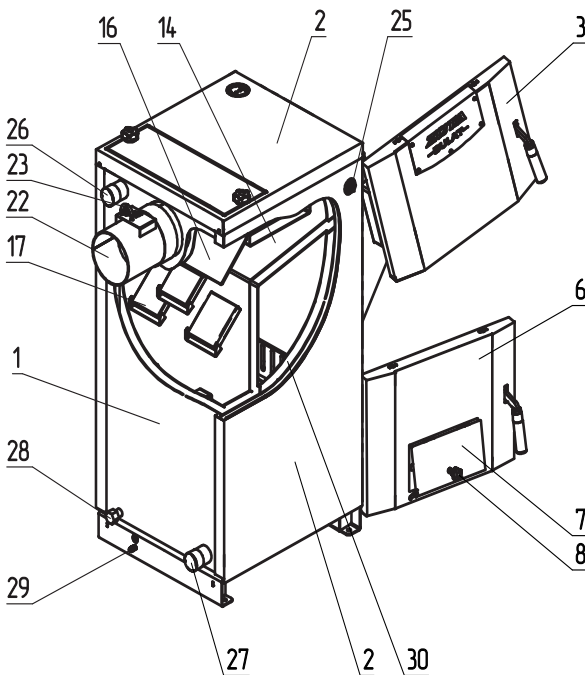

Рис.1 Конструкция отопительного котла
4.5.10. Эксплуатация котла без зольного ящика (поз.20 рис.1).
5.1. Котел (рис.1) состоит из корпуса (поз.1), топки (поз.13), патрубка дымохода (поз.22) (опция). Для регулировки тяги обязательна установка регулируемого патрубка дымохода ZOTA или шибера (задвижки), как элемента дымохода согласно СП 7.13130.2013. При закрытом положении шибера (задвижки) должно оставаться свободным не менее 20% номинального сечения патрубка дымохода. В нижней части топки устанавливаются колосники (поз.19) и зольный ящик (поз.20).
Внимание! Не допускается эксплуатация котла без установленного зольного ящика (Рис.1 поз.20). Эксплуатация котла без установленного зольного ящика приводит к прогоранию и деформации водонеохлаждаемых поверхностей котла. В случае нарушений условий эксплуатации котла рекламации не принимаются.
Внимание! Не допускайте переполнения зольного ящика (Рис.1 поз.20), так как это препятствует правильному распределению воздуха под топливом, что приводит к неэффективному горению топлива и может быть причиной прогорания и деформации водонеохлаждаемых поверхностей.
Внимание! Не допускается эксплуатация котла, без установленной шуровочной решетки (Рис.1 поз.18). Отсутствие шуровочной решетки может привести к повреждению лакокрасочного покрытия и прогару поддувальной двери. В случае нарушений условий эксплуатации котла рекламации не принимаются.
Внимание! Не допускается эксплуатация котла, без установленной заслонки (Рис.1 поз.15). Эксплуатация котла без установленной заслонки приводит к прогоранию и деформации водонеохлаждаемых поверхностей котла. Котел не выходит на номинальную мощность. В случае нарушений условий эксплуатации котла рекламации не принимаются.
- Откройте заглушку вертикального канала теплообменника (поз.11 Рис.1) и уберите заслонку 2 дымоотводную (поз.16 Рис.1);
- После установки шамотных кирпичей установите заслонку 2 дымоотводную (поз.16 Рис.1) и заглушку вертикального теплообменника (поз.11 Рис.1).